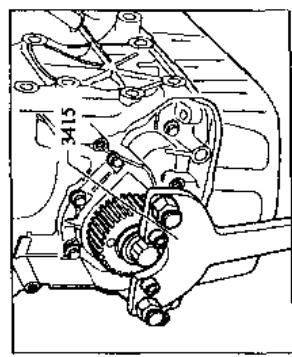

图 1-10 皮带轮的固定
- 2.如图 1-10,用 3415 固定皮带轮,拆下曲轴齿形皮带轮。